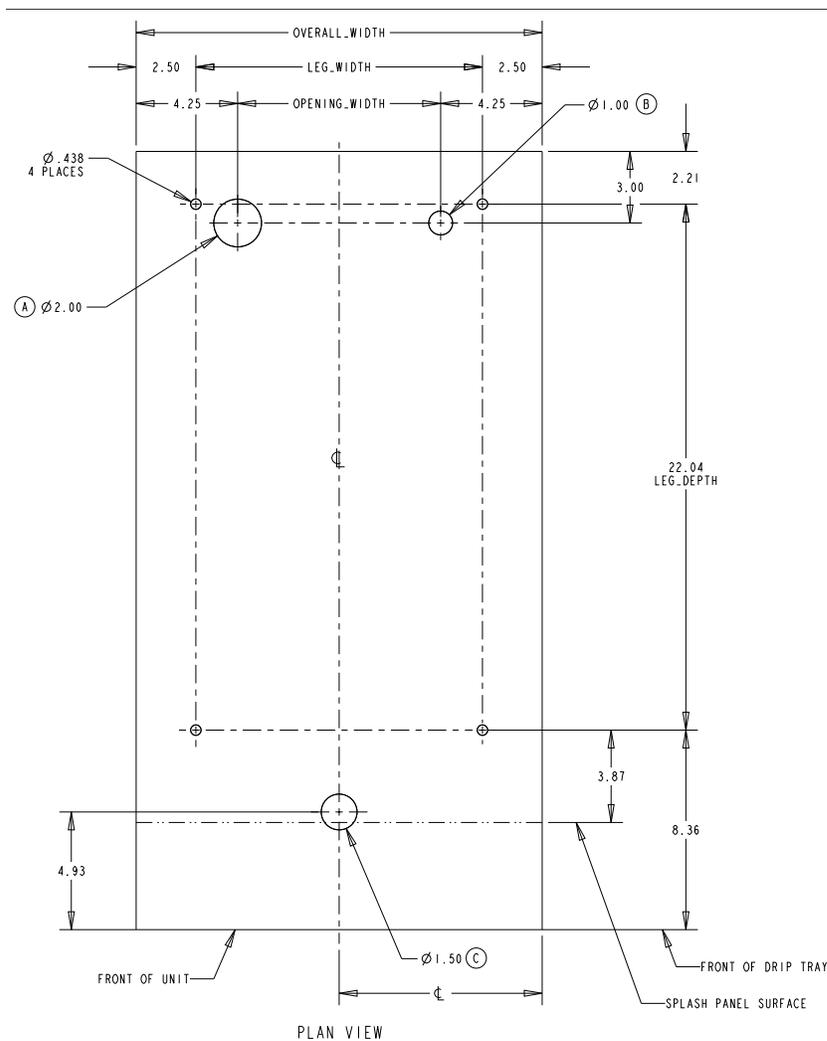

Figura 2.
Unidad de el Viper debe sellarse al mostrador. La PLANTILLA DE MONTAJE (Figura 2) indica donde las aberturas pueden cortarse en el mostrador. Busque la posición deseada para el dispensador y luego marcar las dimensiones de contorno sobre el mostrador con la PLANTILLA DE MONTAJE. Cortar las aberturas en el mostrador.
**La bebida tubos, tubo de drenaje y el cable de alimentación se enrutan a través de la abertura grande en la parte inferior de la unidad. Ver la PLANTILLA DE MONTAJE (ver Figura 2), para localizar el agujero necesario en el mostrador para estas líneas de utilidad.**
Usa la plantilla se muestra en la Figura 2 y las dimensiones indicadas en Tabla 1 para hacer los agujeros para la instalación de la unidad.